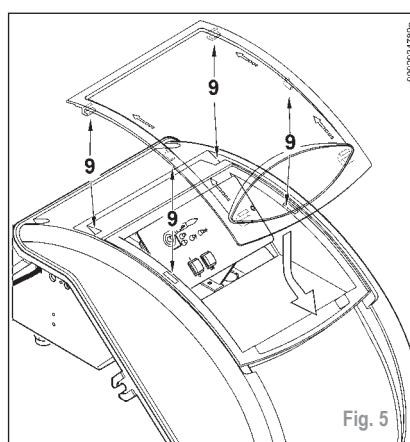

Fig. 5
- Pour un placement correct de la porte transparente sur le tableau procéder comme indiqué dans la figure 5 : positionner les crochets correspondant aux logements respectifs (9). Faire glisser la porte en direction de la flèche jusqu'à entendre un déclic. Maintenant une étanchéité correcte est garantie.